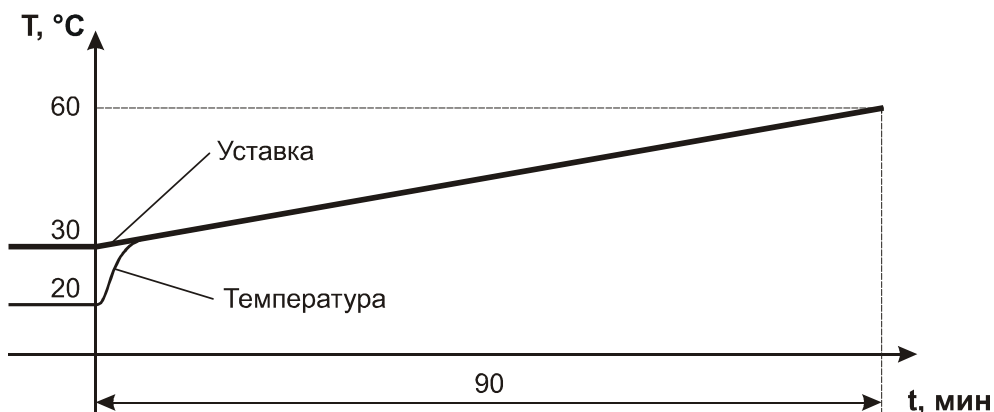

Рис. 6.11
- д) Если для первого шага задать $bc = 4$, а все остальные параметры как в случае г), т.е. $SP = 10$, $t_0 = 150$, $P_0 = 60$, то реальная длительность первого шага программы составит 90 минут, а характер изменения уставки и примерный вид изменения температуры будут соответствовать рис. 6.11.